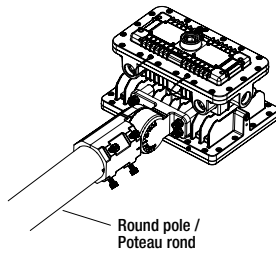

Fig. 19
- Step 2: Loosen the four bolts on bracket, and place the bracket into the pole and lock the four bolts (Figure 19).
- Étape 2 : Desserrez les quatre boulons du support, placez le support dans le poteau et verrouillez les quatre boulons (figure 19).